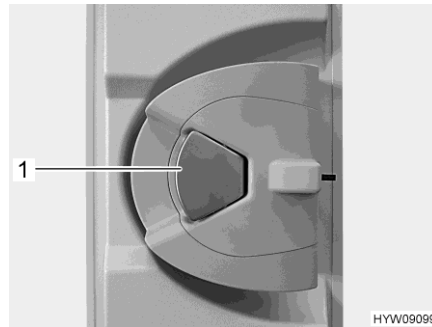

Bild 32 Dörrlås (bodelsdörr, insidan)
- Om dörrlåset är låst: Dra en gång i dörrhandtaget (Bild 32,1). Dörren är upplåst.
- Drag i dörrhandtaget (Bild 32,1). Dörren är öppen.
- Tryck ned dörrhandtaget (Bild 32,1).